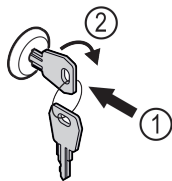

Fig. 156 Beispielhafte Darstellung
- ▶ Schlüssel hineindrücken Fig. 156 (1).
- ▶ Schlüssel um 90° im Uhrzeigersinn drehen Fig. 156 (2).